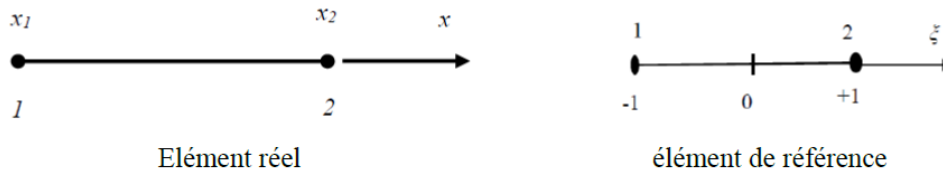

Figure 20 : maillage de la barre par un seul élément SEG2 et son élément de référence associé
- 1- d'établir la matrice de rigidité de cette barre modélisée en EF par un seul élément unidimensionnel linéaire à deux nœuds de type SEG2 (figure 20).
On modélise cette barre dans l'espace unidimensionnel 1D par un seul élément linéaire de type SEG2 et on lui associe son élément de référence (figure 20).